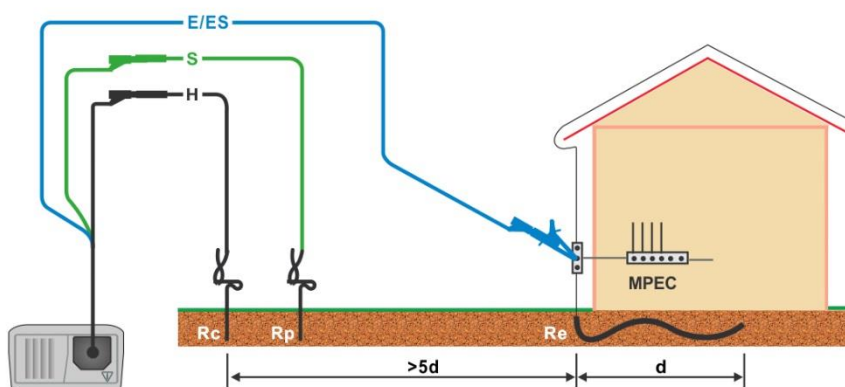
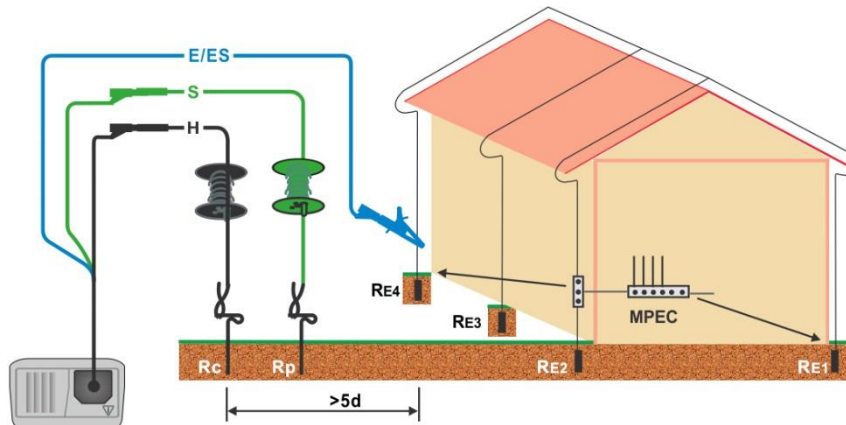

Abbildung 5.33: Widerstand zu Erde, Messung der Haupterdung der Anlage
Abbildung 5.34: Erdableitwiderstand Messung einer Blitzschutzanlage
- Schließen Sie den Prüfling an (siehe Abbildung 5.33 und Abbildung 5.34).